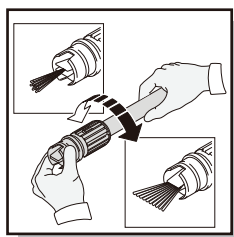

Fig. 7
- Quand vous utilisez la lance, la forme du jet et sa puissance peuvent être contrôlées -selon la puissance d'eau nécessaire aux tâches de nettoyage- en tournant la buse au bout de la lance (Figure 7). Vous pouvez utiliser la lance pour nettoyer des surfaces planes ou courbes des feuilles ou de débris. Cette lance est remarquable par sa versatilité et son pouvoir nettoyant, car la forme du jet permet d'ajouter à la fois la pression de l'eau et la surface de nettoyage.